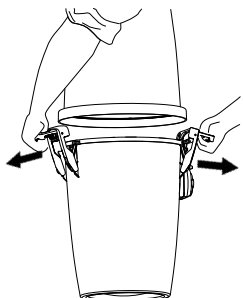

Fig. 22
1. Soltar las dos mangos que sujetan el recipiente de polvo. Los mangos se desbloquean fácilmente levantándolos hasta que hacen tope. Cuando se tira de los mangos hacia el exterior, el contenedor se libera. Fig. 22.
1. Soltar los dos mangos que sujetan el recipiente de polvo. Los mangos se desbloquean fácilmente levantándolos hasta que hacen tope. Cuando se tira de los mangos hacia el exterior, el contenedor se libera. Fig. 22.